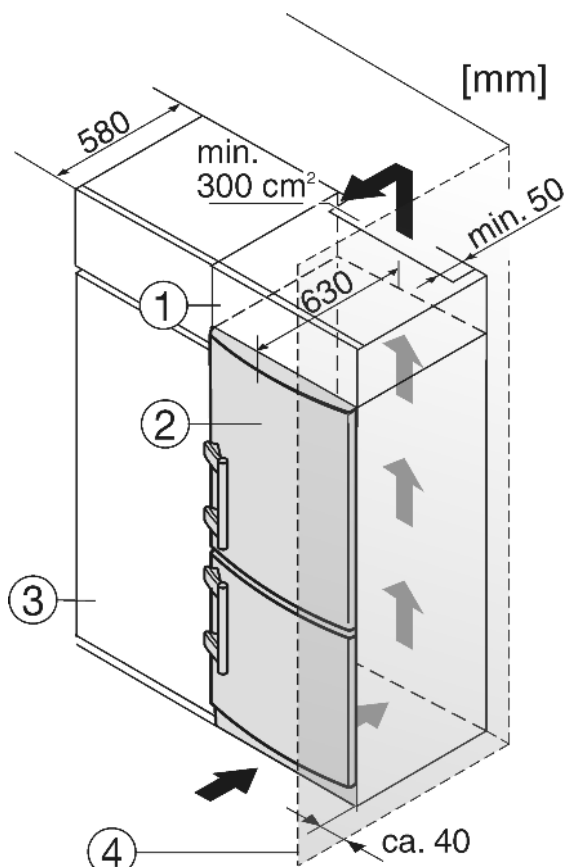

Fig. 9
- (1) Дополнительный шкафчик
(2) Устройство
- (3) Кухонный шкаф
(4) Стенка
Устройство может быть окружено предметами кухонной обстановки. Чтобы уравнивать устройство Fig. 9 (2) по высоте с кухонной стенкой, можно установить над устройством соответствующий дополнительный шкафчик Fig. 9 (1).
При комбинировании с обычными кухонными шкафами (глубина макс. 580 мм) устройство можно установить непосредственно рядом с кухонным шкафом Fig. 9 (3). Дверь устройства выступает по сторонам на 34 мм и по центру устройства на 50 мм относительно передней стенки кухонного шкафа. Поэтому ее можно свободно открывать и закрывать.
Если устройство установлено на шарнирах у стены Fig. 9 (4), то расстояние между устройством и стеной должно быть не менее 40 мм. Настолько выступает ручка при открытой дверце.